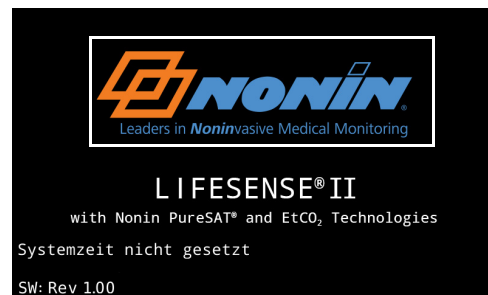

Abbildung 7. Auf Konfigurationsmenü zugreifen (Nonin-Logo)
3. Wenn der Startbildschirm mit dem Nonin-Logo angezeigt wird, das Nonin-Logo zweimal drücken (zweimal antippen). In Abbildung 7 ist das Nonin-Logo mit einem weißen Feld markiert.